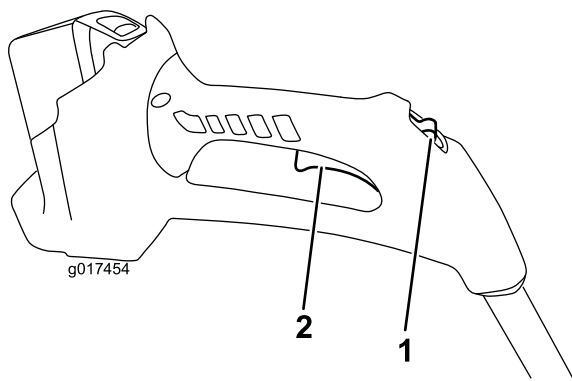

Figura 11
- Para arrancar la desbrozadora, deslice el interruptor de bloqueo hacia atrás a la posición de Encendido, y apriete el gatillo (Figura 11).